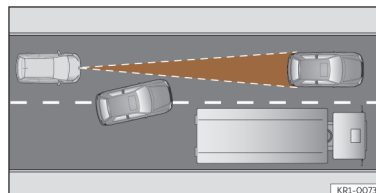

Fig. 115 Mudança de faixa de um veículo.
- Veículos que mudem para a faixa na qual circula a pouca distância do veículo >>> **Fig. 115.**